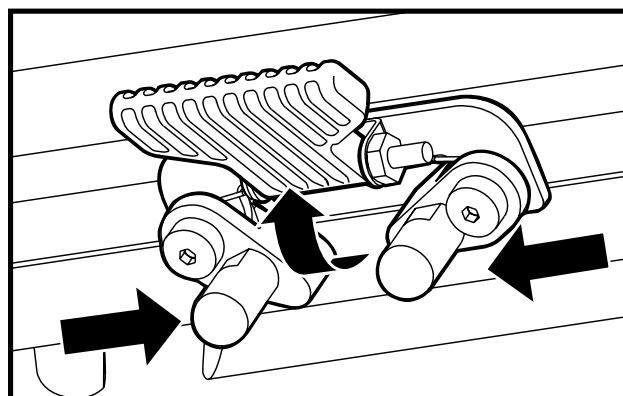

Figure 13. Loquet de sécurité du siège (Ouvret)
3. Relevez le loquet de sécurité du siège. Voir la figure 13.